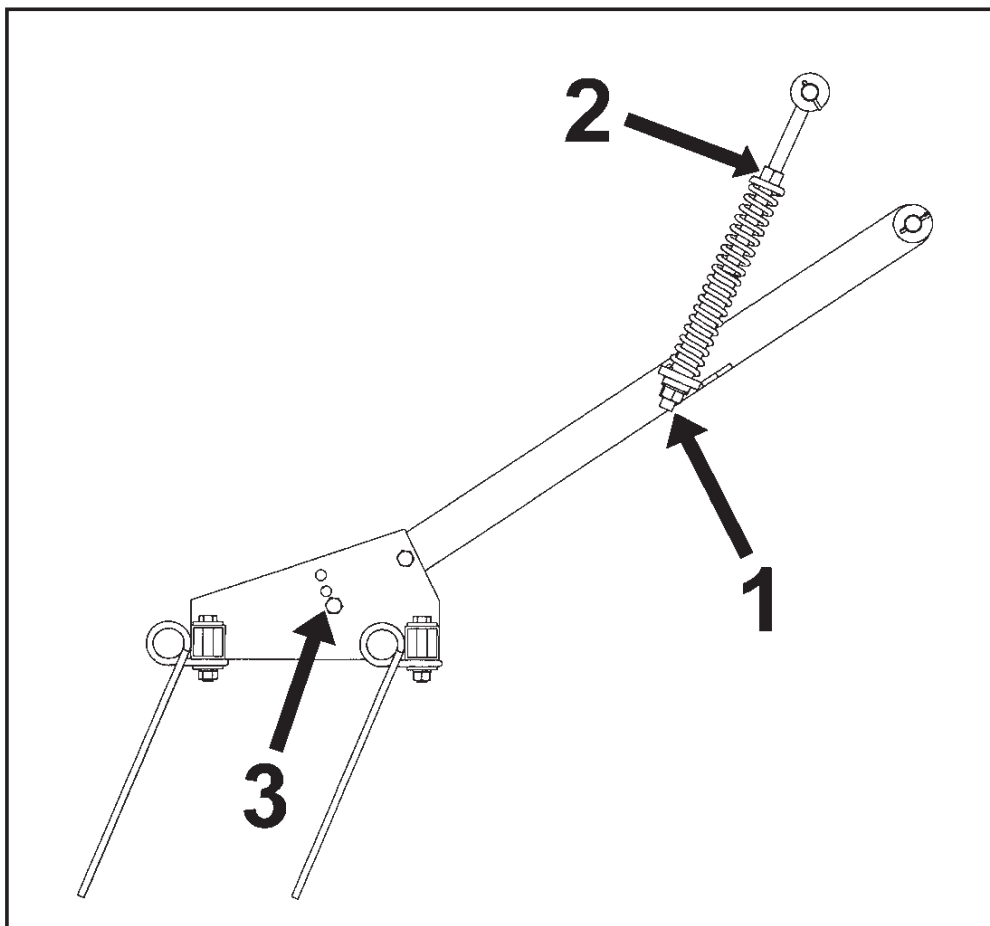

fig. 14
- 1- En hauteur, en agissant sur l'écrou inférieur (1, fig. 14).
- 2- En pression, par l'écrou supérieur du tendeur (2, fig. 14).
- 3- En inclinaison, en changeant la position des écrous qui tiennent l'herse aux bras (3, fig. 14).